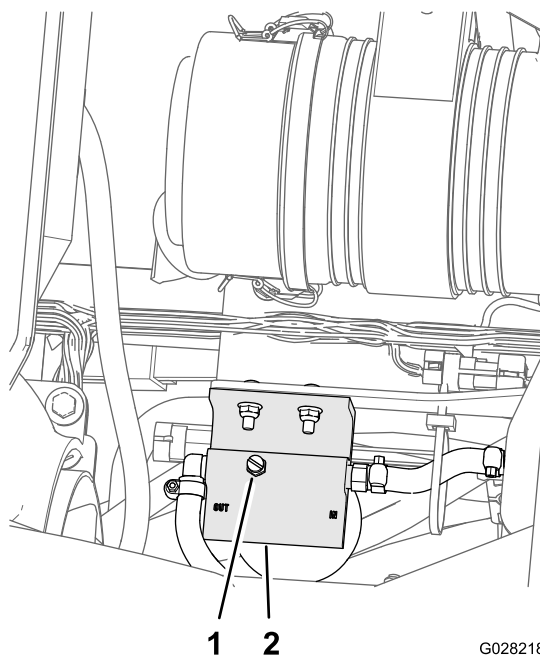

图 74
5. 松开燃油/水分分离器顶部的排气塞图 74。
7. 拧紧排气塞然后将启动开关转至“关闭”位置图 74。